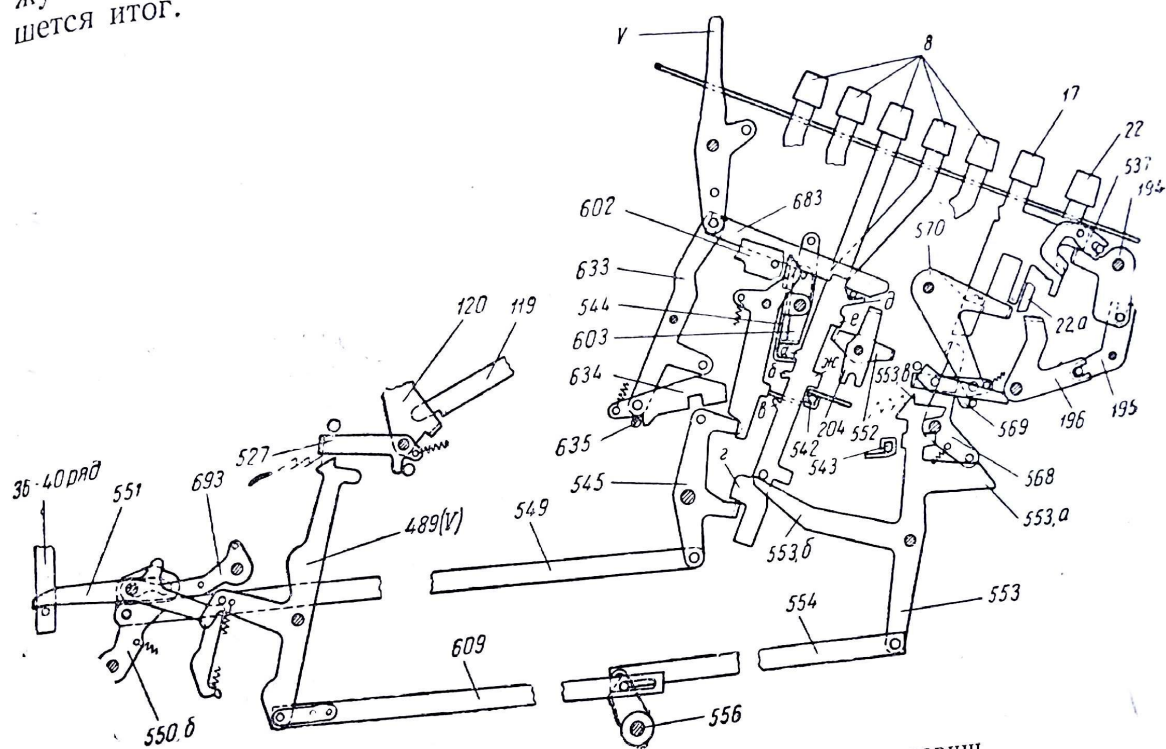

Рис. 67. Управление накапливающими счетчиками от клавиш.
Выступом 8, ж входит в шариковый запорный мост 542 (см. рис. 67), и этим блокируется одновременное нажатие двух и более клавиш номера барабана.
Передним верхним плечом нажимает на верхнюю скобу 194 (см. рис. 67), посредством которой включается рабочий ход машины. Одновременно верхняя скоба через угловой рычаг 195 блокирует включение клавиш «Т», «→I», «→» (табуляционной клавиши, клавиши частичного возврата и полного возврата каретки).
**Включение клавиши окончательного итога.** При нажатии клавиши окончательного итога происходит такая же работа, как при промежуточном итоге, за исключением того, что стержень клавиши через правый кронштейн перемещает толкающую скобу 569 (см. рис. 67) назад на большее расстояние. Вследствие этого соединительная ось 556 и ось включения 560 (см. рис. 66) повернутся в четвертое положение.
Стопс № 4, установленный в 10-м ряду, подготовит для работы толкатель 119 (см. рис. 67), укрепленный на минусовом рычаге.